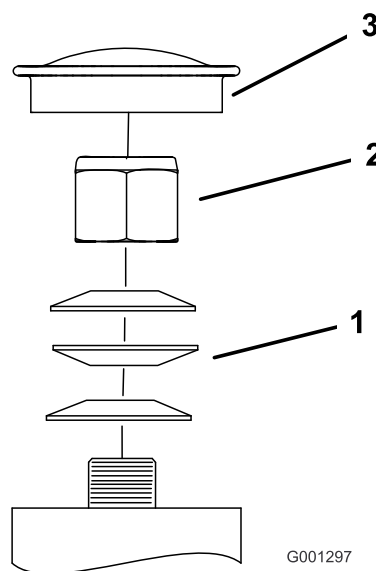

Figura 61
Importante: Asegúrese de que las arandelas de muelle están correctamente instaladas, según muestra Figura 61.
5. Coloque el tapón anti-polvo (Figura 61).
3. Retire el tapón anti-polvo de la rueda giratoria y apriete la contratuerca (Figura 61).
4. Apriete la contratuerca hasta que las arandelas de muelle estén planas, luego afloje 1/4 de vuelta para establecer la pre-carga correcta de los cojinetes (Figura 61).